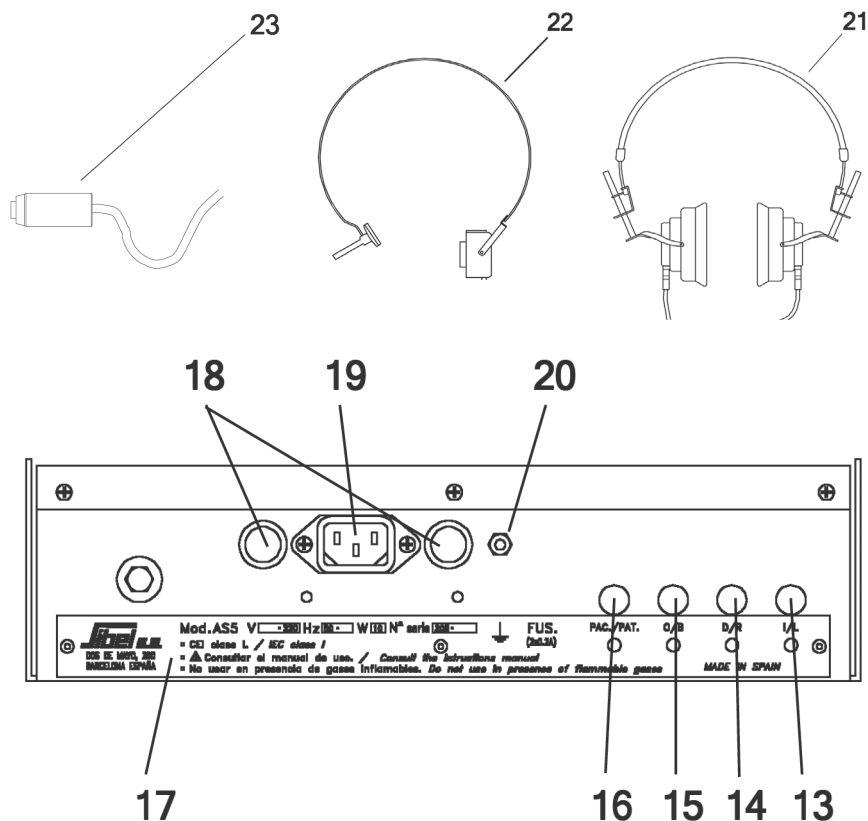

Fig. 1.3.3.
1.4.2. REAR PANEL. Fig. 1.3.3.